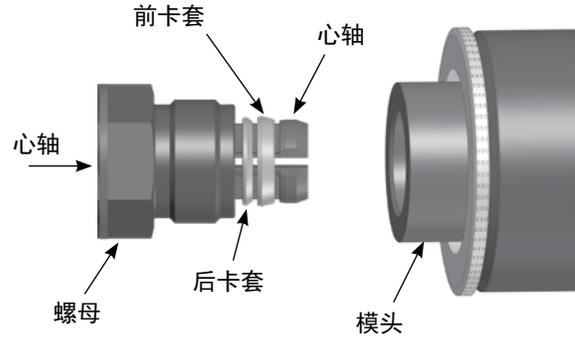

图 1 螺母和卡套方向
3. 将心轴螺母和卡套组件插入世伟洛克中压模具中。将螺母拧入模头，并用手指拧紧。取下心轴，将螺母和卡套留在模头中。螺母、后卡套和前卡套的方向应如图 1 所示。